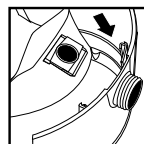

FIGURE 28
41. Faites glisser le déflecteur d'admission comportant le sac filtre dans le guide du déflecteur. FIGURE 28.